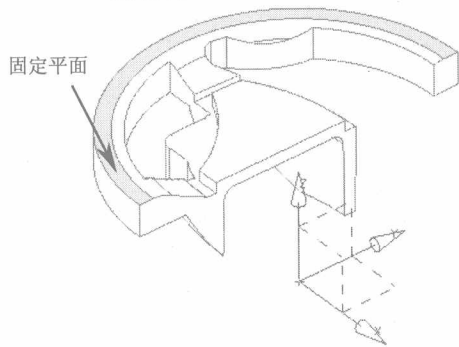
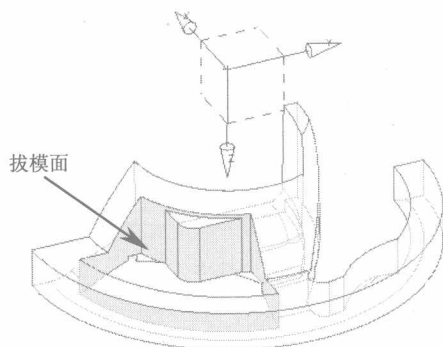

图1-28
图1-29
- (1) 在菜单栏中选取【插入】/【细节特征】/【拔模】命令，弹出【草图】对话框。
- (2) 设置类型为【从平面】方式，设置拔模的方向为-zc 轴。
- (3) 参照图 1-28 所示，选取固定平面以及拔模面，设置拔模的角度为“1”，单击 **确定** 按钮创建拔模特征，如图 1-29 所示。